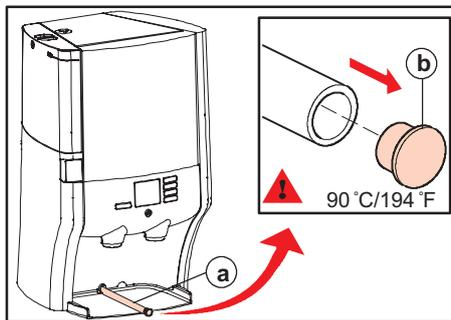
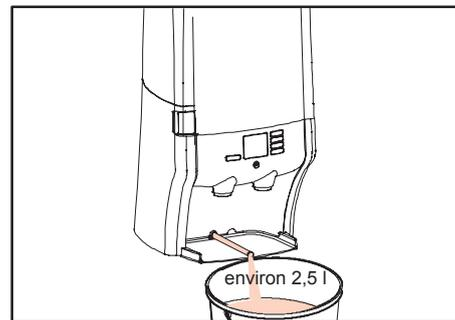

Fig. 22 Tuyau de vidange
Fig. 23 Vidange
5. À l'aide du tuyau de vidange, vidangez toute l'eau contenue dans le distributeur (fig. 22 a) :
- b. Tirez le tuyau de vidange sur une longueur d'environ 30 cm depuis la paroi arrière (fig. 22 a).
d. Placez un récipient d'une contenance de 2,5 litres au moins sous le tuyau de vidange (fig. 23).
e. Enlevez le bouchon (fig. 22 b) du tuyau de vidange et recueillez l'eau dans le récipient (fig. 23).